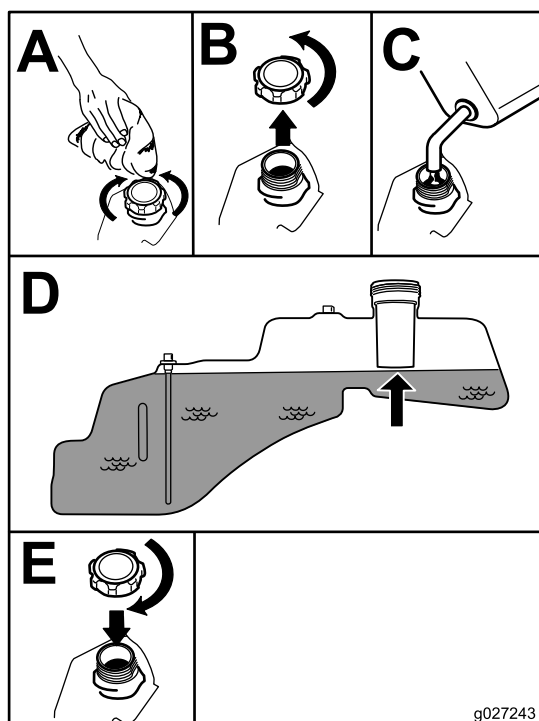

Figura 8
4. Llene el depósito de combustible hasta la parte inferior del cuello de llenado (Figura 8).